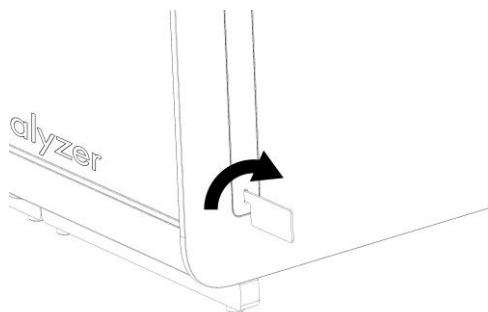

Abbildung 10: Entfernen der Schutzabdeckungen
- 1e. Entfernen Sie die Schutzabdeckungen von der Seite des Analysemoduls, an der das zusätzliche Analysemodul angebracht werden soll (Abbildung 10).